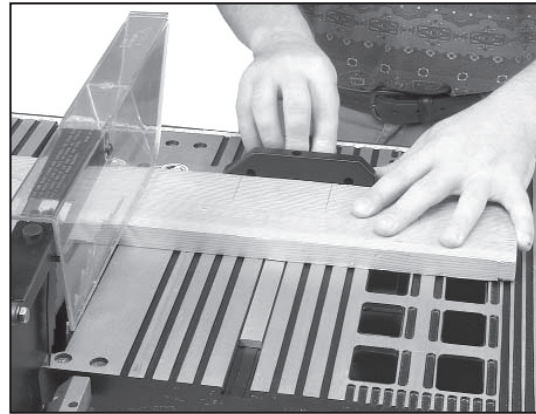
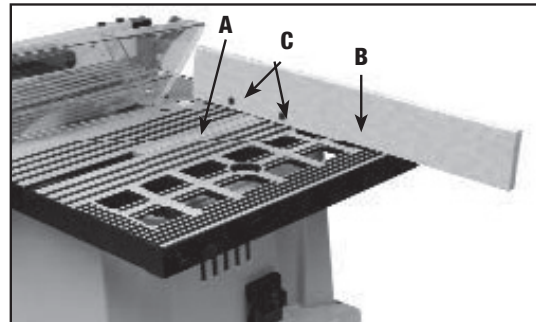

Fig. 39
Fig. 39A
O corte transversal requer o uso de um graminho para posicionar e guiar a peça. Coloque a peça em contato com o graminho e avance tanto o graminho e a peça em direção à lâmina da serra, conforme mostrado na Fig. 39. O graminho pode ser usado em qualquer fenda da bancada. Para corte chanfrado (lâmina enviesada), use a fenda da bancada que não causar interferência de sua mão ou do graminho com a proteção da lâmina. Inicie o corte lentamente, segurando a peça firmemente de encontro ao graminho e à bancada. Uma das regras de operação de uma serra é nunca segurar ou tocar a parte solta de uma peça. Segure a parte apoiada, e não a parte solta que foi cortada. A introdução da madeira em cortes transversais continuará até que a peça esteja cortada em duas e o graminho e a peça sejam trazidos de volta ao ponto de partida. Antes de puxar a peça, uma boa prática é mover a peça lateralmente para que se afaste um pouco da lâmina. Nunca pegue uma peça solta de comprimento curto da bancada enquanto a serra estiver em movimento. Nunca toque uma parte cortada, a não ser que tenha no mínimo 30 cm. Por motivo de segurança e conveniência, o graminho (A) pode ser encaixado com uma peça de madeira auxiliar (B), como mostra a Fig. 39A, que deve ter no mínimo 1 polegada (2,5 cm) mais alta que a profundidade máxima de corte e deve se estender 12 polegadas (30 cm) ou mais para um lado ou para outro, dependendo da fenda em que o graminho estiver sendo usado. Essa peça de madeira auxiliar (B) pode ser fixada na parte frontal do graminho com o uso de dois parafusos para madeira (C), através dos furos fornecidos no corpo do graminho que se introduzem na peça de madeira.